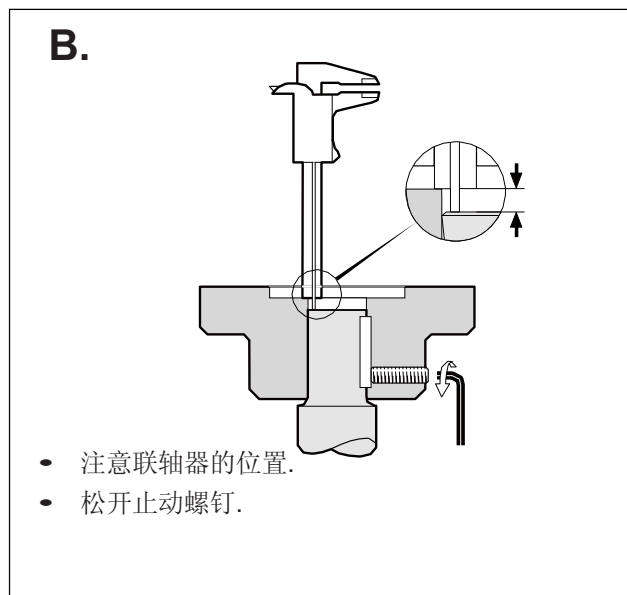

Fig. 7
- 将联轴器装回合适位置(请参考 fig. 7 及 8), 使用与安装球轴承时相同的方法.